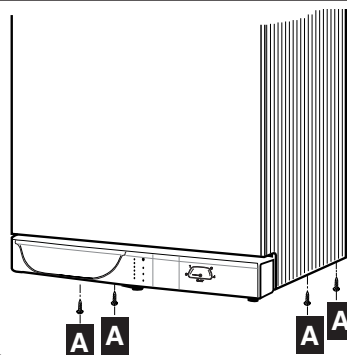

Abb. 10
- die 4 Befestigungsschrauben **A** der Verkleidung abschrauben **A** (Abb. 10)